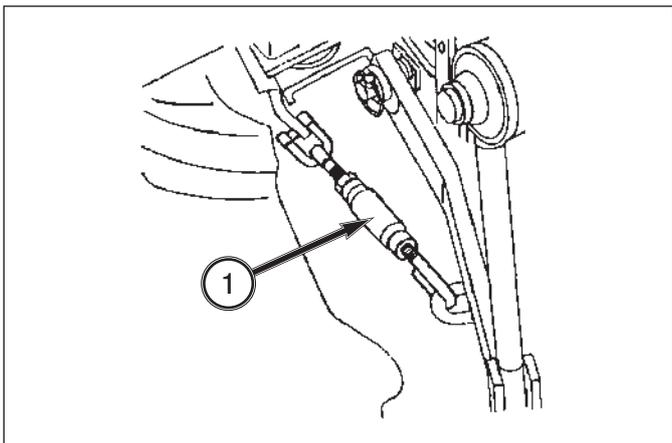

FIG. 5-30
**FIG. 5-30:** Il faut limiter le mouvement latéral de certains équipements. La chaîne de maintien, 1, à chaque bras inférieur doit être réglée de manière uniforme pour réduire le mouvement latéral. Évitez cependant d'éliminer tout jeu latéral sous peine d'endommager le bras inférieur.